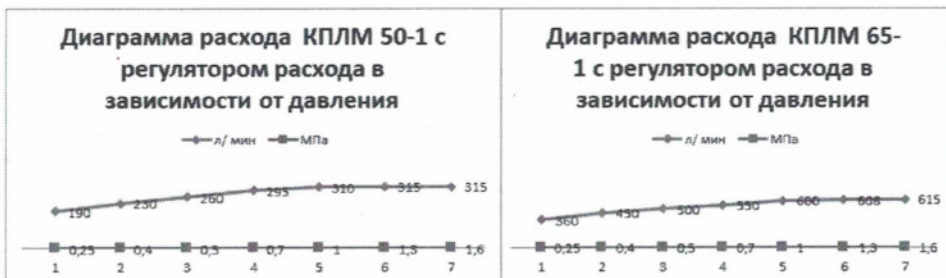

Рис. 2 Диаграммы расхода клапанов КПЛМ 50-1 и КПЛМ 65-1 в зависимости от давления
3.3. Регулятор расхода в зависимости от избыточного давления, создаваемого столбом воды в стояке, в автоматическом режиме обеспечивает снижение расхода проходящей через клапан жидкости. Максимальный расход и диаграмма в зависимости от давления см. табл.1 и рис. 2.